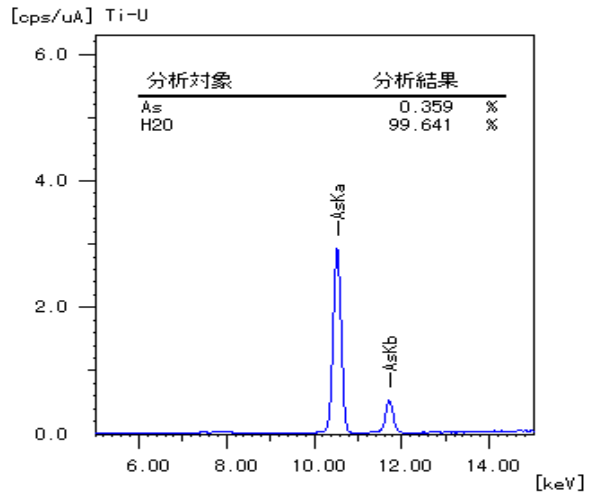

Fig.6 Qualitative and Quantitative Analysis with or without Ni Filter
(3) 亜ヒ酸ナトリウムを混合したものの定性・定量分析結果を Fig.6 に示します。